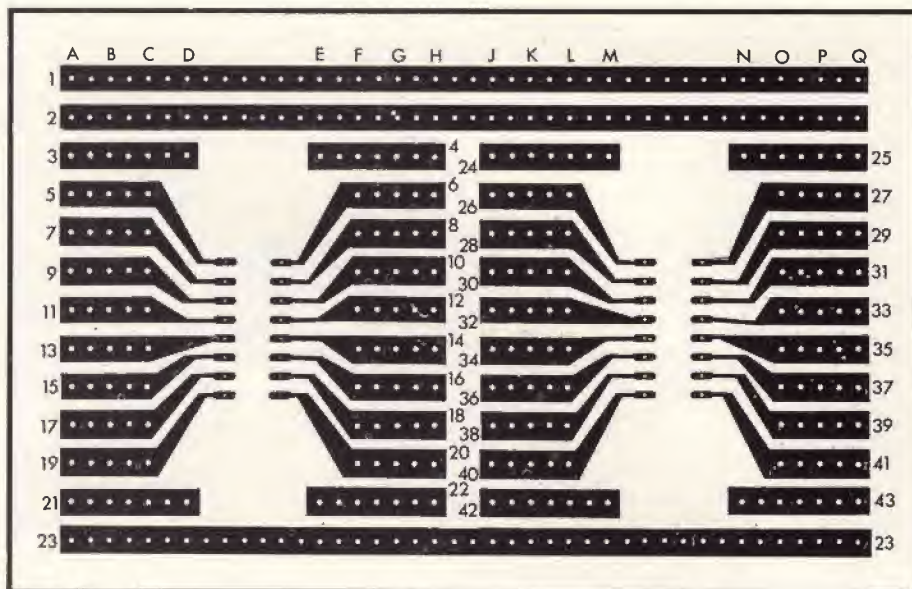

Fig. 18 - Blob-Board ZB2IC corrispondente alle matrici U-DeC "A" e U-DeC "B".
- 3) Il modello ZB2IC di 12x8 cm (fig. 18) le cui piste riproducono esattamente le matrici U-DeC "A" e U-DeC "B".